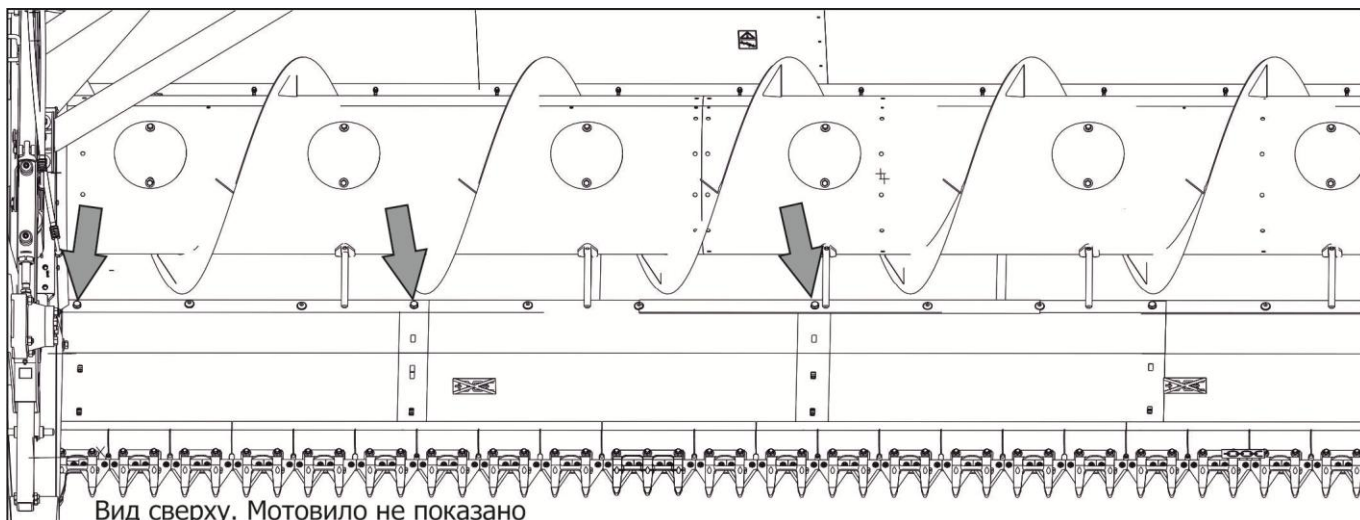

Рисунок 6.13 – Переоборудование жатки на уборку сои в режиме «с плавающим ножом»
3. Заменить болт М10х45 крепления рычагов режущего аппарата к каркасу (рисунок 6.13) по всей ширине жатки на винт М12х25 ISO 7380 из комплекта жатки.